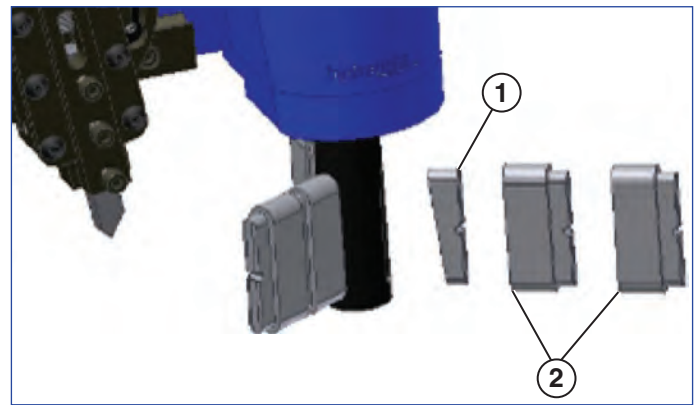

Figuur 1
De Enerpac QuickFace is een draagbaar handbediend gereedschap en ontworpen voor de oppervlaktebewerking van voorlasflenzen (RF), vlakke lasflenzen (FF) en lensringflenzen. De QuickFace weegt slechts 6,8 kg en wordt met de hand bediend. De QuickFace heeft een sledeverplaatsing van 71 mm (2,8 inch), en kan in inwendige pijpdiameters gemonteerd worden van 24,4 tot 157,7 mm (0,96 – 6,21 inch), en is bedoeld voor bewerking van flensoppervlakken met flensbuitendiameters van 24,4 tot 304,8 mm (0,96 – 12 inch). **Figuur 1** toont de vrije ruimte vereist voor bediening van de QuickFace.